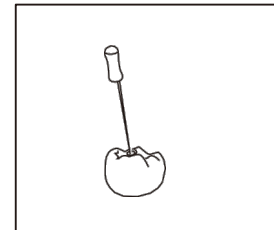

Abb. 10
- 5) Führen Sie die Feile in den Kanal ein. (Abb. 10)